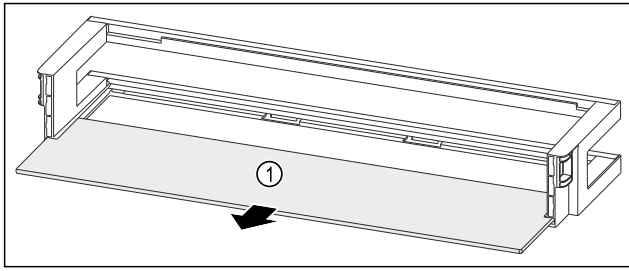

Fig. 87 Balconnet de contre-porte avec tablette de rangement
- Retirer la tablette de rangement Fig. 87 (1).